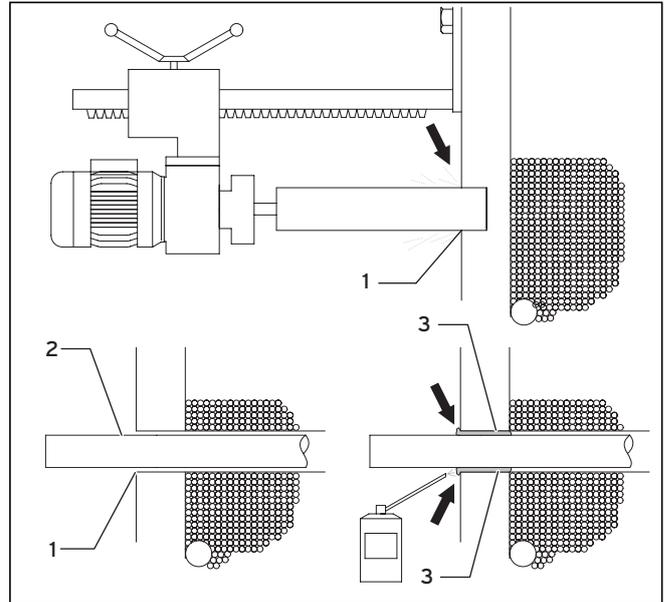

Abb. 4.3 Vorbereitende Arbeiten im Aufstellungsraum
- Führen Sie unter Berücksichtigung der Geräte- und Anschlussabmessungen min. zwei Kernbohrungen aus (siehe Abb. 4.3, Pos. 1).
- Führen Sie die Wärmequellenleitungen (2) von außen in den Aufstellungsraum.